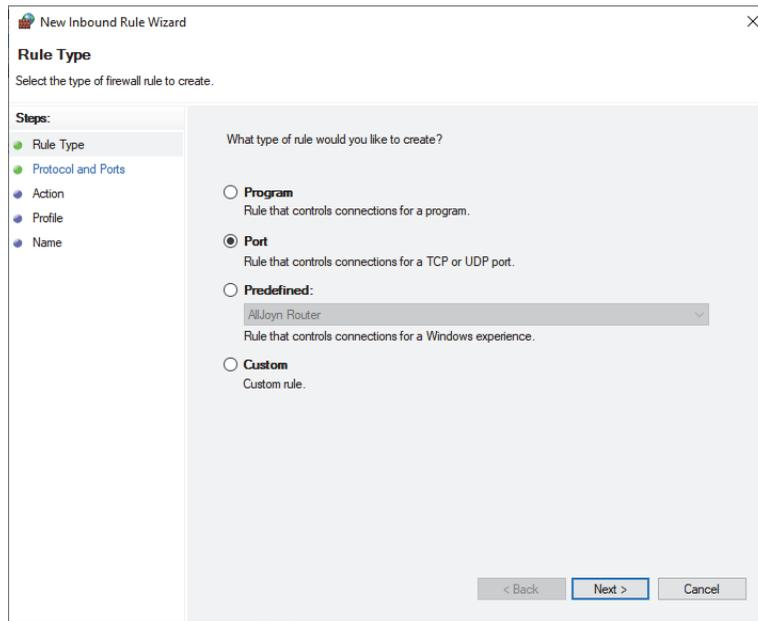

Figura 1-11 Finestra di dialogo New Inbound Rule Wizard — Port
3. Nella finestra di dialogo **New Inbound Rule Wizard** (Creazione guidata nuova regola connessioni in entrata), selezionare **Port** (Porta) [vedi Figura 1-11 a pagina 33].